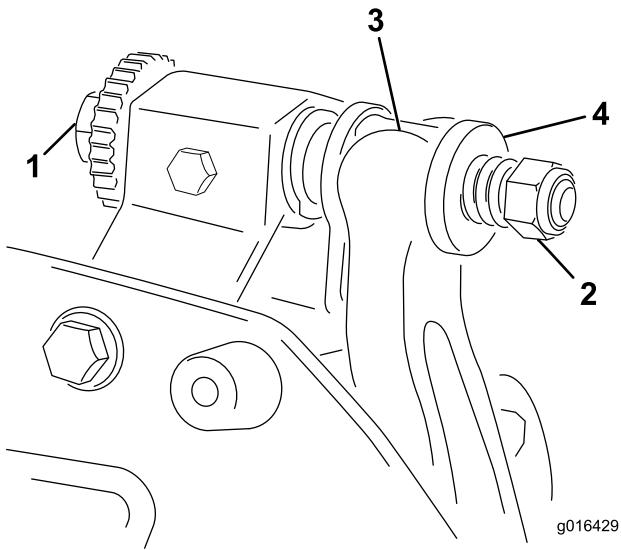

Figura 19
- Rode o parafuso de ajuste da barra de apoio no sentido contrário ao dos ponteiros do relógio, para afastar a lâmina de corte do cilindro (Figura 19).
- Faça recuar a porca da mola tensora até que a anilha deixe de estar sob tensão contra a barra de apoio (Figura 19).